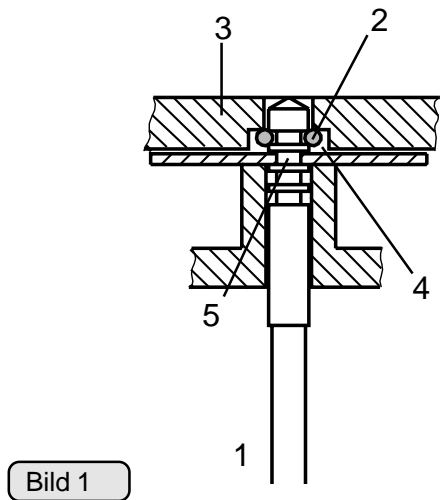
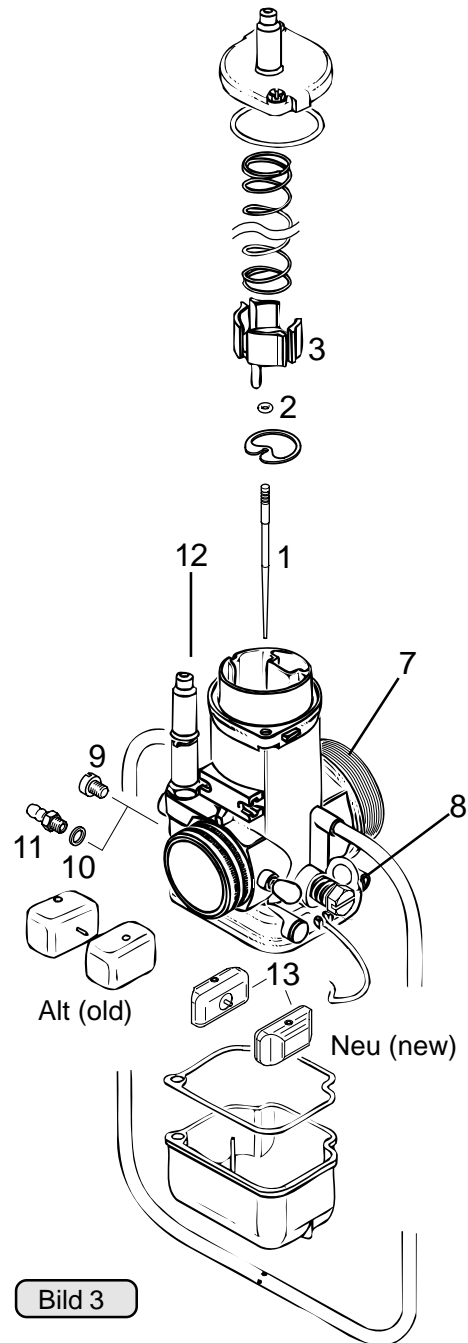

Bild 1
Bild 3
- Dämpfung der Düsenadel (1) mittels zusätzlichem O-Ring (2) 2,5 x 1,5 (siehe dazu Bild 1).
- ◆ **HINWEIS:** Dieser O-Ring ist bei älteren Vergasern nur gemeinsam mit einer neuen Federtasse (3) verwendbar, da für den zusätzlichen O-Ring in der Federtasse eine Freistellung (4) notwendig ist.
- Zusätzliche Bohrung (6) Ø 2 mm in der Gussrippe zum Anbringen einer Drahtsicherung.
- Der saugseitige Vergaserflansch (7) ist mit einem Gewinde versehen, um die Abziehkräfte der Ansauganlage (Luftfilter, Ansaugdämpfer usw.) zu erhöhen (siehe dazu Bild 3).
- Der Schraubenkopf der LeerlaufEinstellschraube (8) wurde anstatt einer „Rändelung“ mit einem Sechskantkopf (SW 13) versehen (siehe Bild 3).
- Sämtliche neue Vergaser sind mit einem Unterdruck-Anschluss für die Höhenkorrekturanlage (HAC-Kit) ausgestattet (siehe Bild 3).
- ◆ **HINWEIS:** Grundsätzlich ist dieser Anschluss mit der Verschlusschraube (9) M6 x 5 verschlossen. Gegebenenfalls wird diese Verschlusschraube durch den Dichtring (10) und die Schlauchtülle (11) ersetzt.
- Die Vergaser werden ausschließlich mit Seilzug-Choke (12) geliefert. Sollte ein Handhebel-Choke erforderlich sein, so ist dieser zusätzlich zum Vergaser zu bestellen.
- Sämtliche neue Vergaser sind mit Schwimmern (13) ausgestattet, die eine optimierte Aussenform aufweisen.
Ansicht: Vergaser / Ansaugluftfilter Bild: 1, 2 und 3